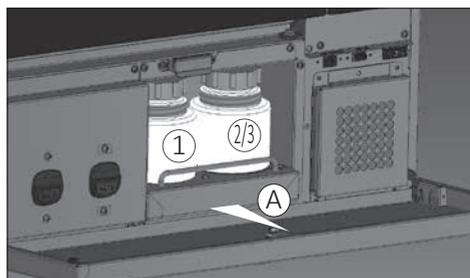

Fig. 11.1
Les récipients des liquides sont placés à la base de la machine à l'intérieur d'une trappe fermée à clé (Fig. 11.1 et 11.2).
Récipients de produits (Fig. 11.1 et 11.2):
- 1) Tirer manuellement et extraire le tiroir (A Fig. 11.1).